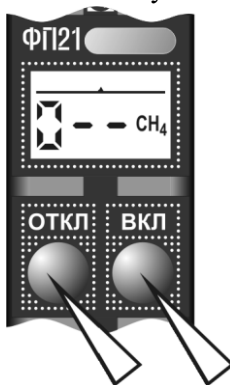

Рисунок 9.3
1) на воздухе, не содержащем горючих газов, перевести газоанализатор в режим "ПОДСТРОЙКА НУЛЯ". Для этого необходимо при нажатой кнопке "ОТКЛ" включить газоанализатор (рисунок 9.3). После появления на индикаторе надписи "0 - -" отпустить кнопки;
1) при нажатой кнопке "ОТКЛ" включить газоанализатор (рисунок 9.3). После появления на индикаторе надписи "0 - -" отпустить кнопки;